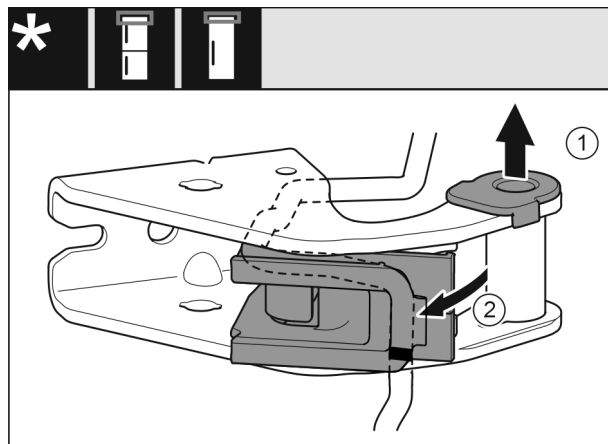

Fig. 17
- ▶ Извадете лагерната втулка от водача. Fig. 17 (1)
- ▶ Завъртете навън кабелния държач. Fig. 17 (2)